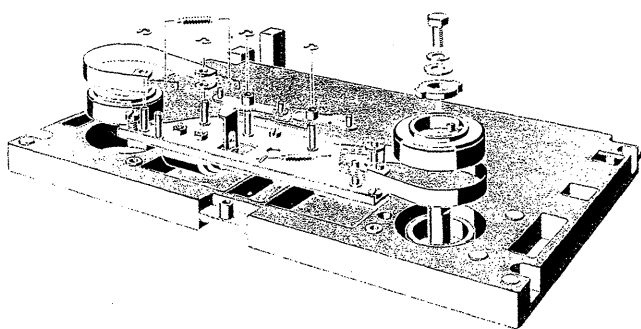

Fig. 4.2.-2
4.2.2. Einstellen der Bremsen (Fig. 4.2.-2)